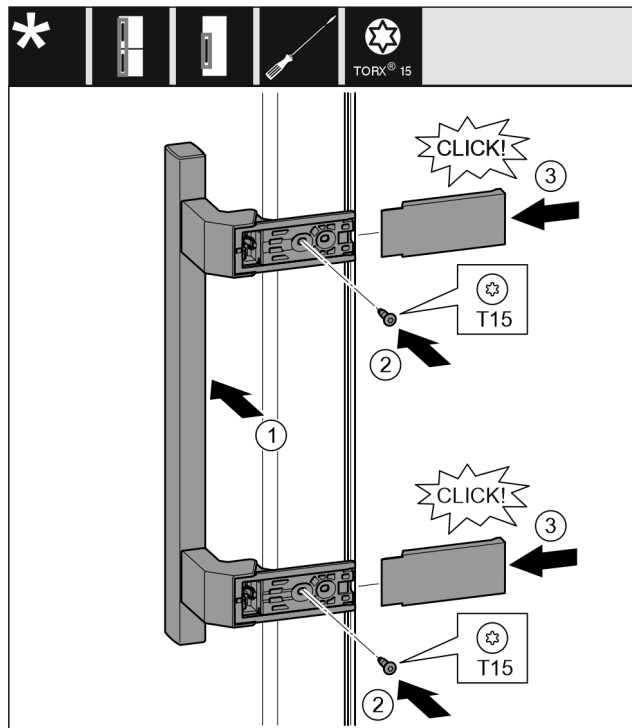

Fig. 19
- ▶ Встановіть ручку з протилежного боку. Fig. 19 (1)
- ▶ За допомогою викрутки T15 закрутіть гвинти. Fig. 19 (2)
- ▶ Встановіть збоку кришки і посуньте їх. Fig. 19 (3)